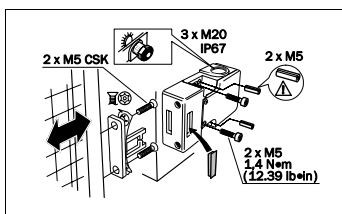

Fig. 1: montaggio dell'interruttore di sicurezza
- Fissare l'interruttore di sicurezza con viti 2 x M5 serrate con 1,4 Nm (vedere Fig. 1).